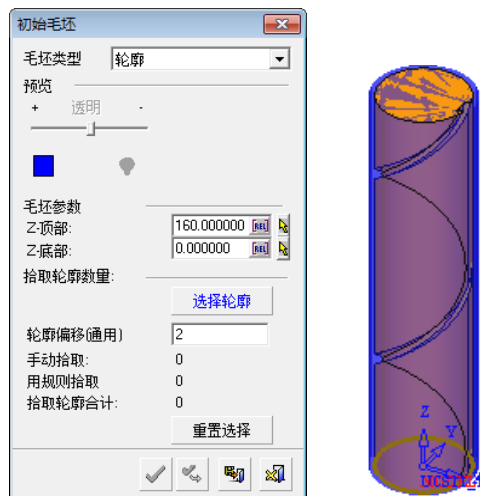

图 4-9 创建的毛坯
2) 在“Z-顶部”文本框中输入 160.000000，“轮廓偏移”为“2”；单击确定按钮，完成毛坯的创建，如图 4-9 所示。